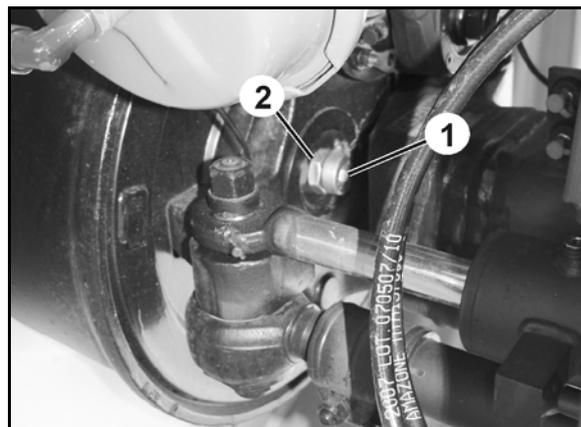

Рис. 48
2. Затяните упорные болты (Рис. 48/1) на тормозных барабанах и законтрите их контргайками (Рис. 48/2).